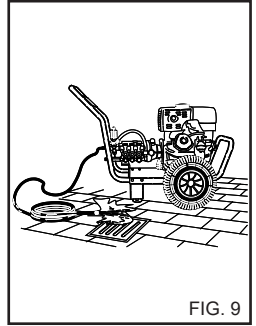

FIG. 9
тел и пузырьков воздуха рекомендуется в первый раз запустить аппарат без пистолета и дать воде свободно течь в течение нескольких секунд. Инородные тела могут засорить сопло и привести к неполадкам (рис. 9).
- 1) Для сохранения окружающей среды мы рекомендуем использовать моющие средства в разумных пределах (рис. 9), согласно инструкциям на упаковке.